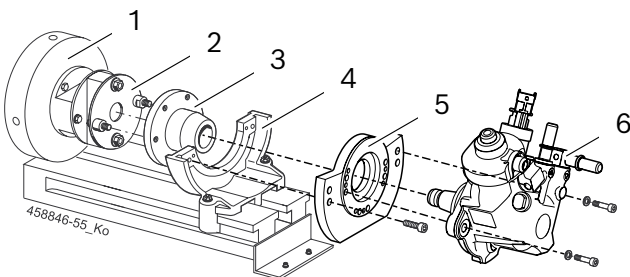

Fig. 1: Fijar CP4
1. Fijar el acoplamiento de impulsión 1 686 401 024 (fig. 1, pos. 2) al disco volante (fig. 1, pos. 1) del EPS 708. El par de apriete de los tornillos de fijación es de 95 ± 2 Nm.
2. Fijar la brida de fijación (fig. 1, pos. 5) en la CP4 (fig. 1, pos. 6).
3. Colocar el CP4 con la brida de fijación en la escuadra de fijación (fig. 1, pos. 4) y fijarla.
4. Fijar la brida intermedia (fig. 1, pos. 3) en el árbol de accionamiento del CP4. Par de apriete de la tuerca de sujeción: $80 + 10$ Nm.